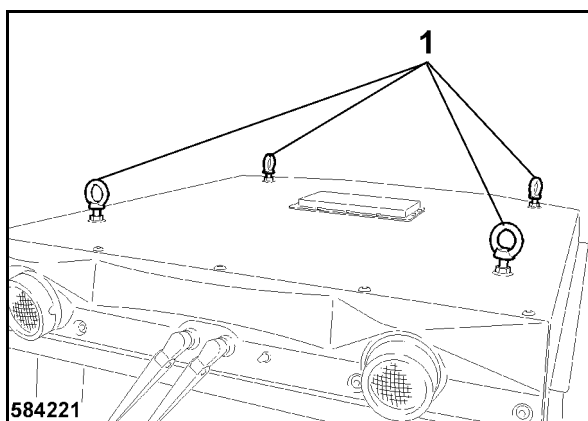

fig. 168
- Fixer les élingues aux quatre oeillets de levage 1 (fig. 168).